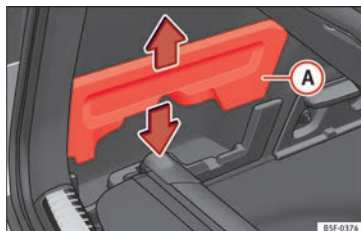

Fig. 122 Dans le coffre à bagages : logement pour ranger la plage arrière.
- Retirez les couvercles » fig. 122 A gauche et droit.